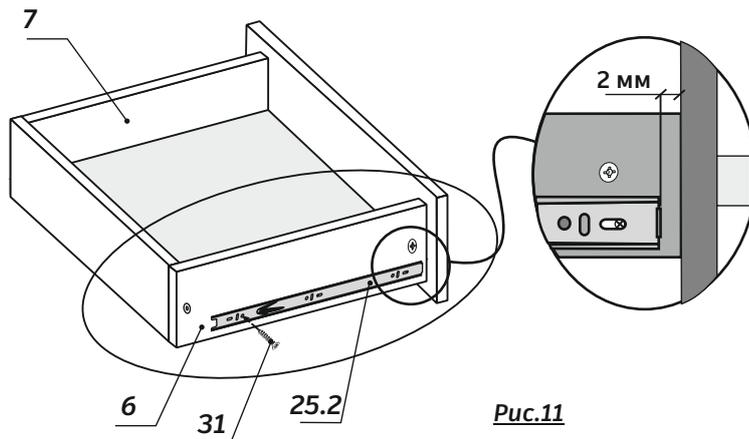

Рис.11
4. Через круглое заднее отверстие в направляющей (п.25.2) крепить ее к боковой стенке ящика шурупом (п.31- 1 шт.). (см.рис.11)